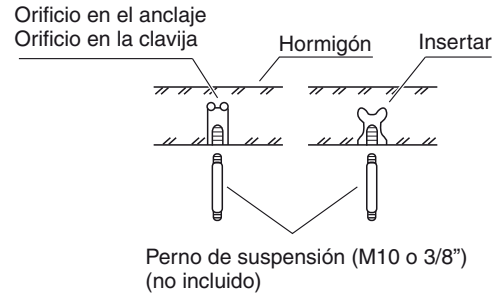

Fig. 3-1
- (1) Fije con seguridad los pernos de suspensión en el techo empleando el método mostrado en las ilustraciones (Figs. 3-1 y 3-2), enroscándolos a la estructura de soporte del techo, o mediante cualquier otro método que asegure que la unidad quedará suspendida con plena seguridad.